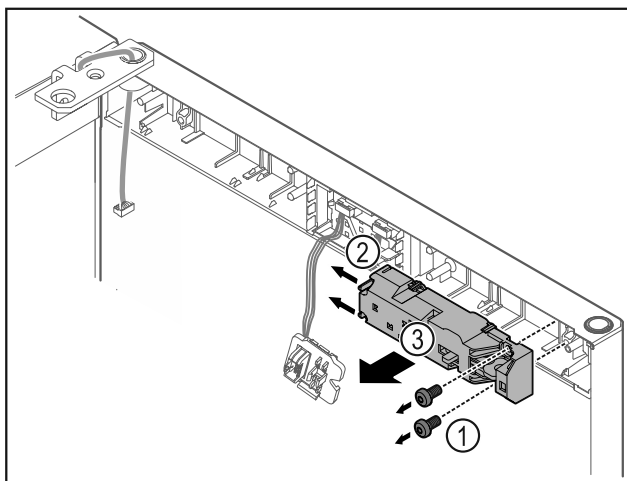

Fig. 20
- Извлеките винты Fig. 20 (1).
- Сдвиньте защелки Fig. 20 (2) в сторону и снимите замок дистанционного открытия Fig. 20 (3).